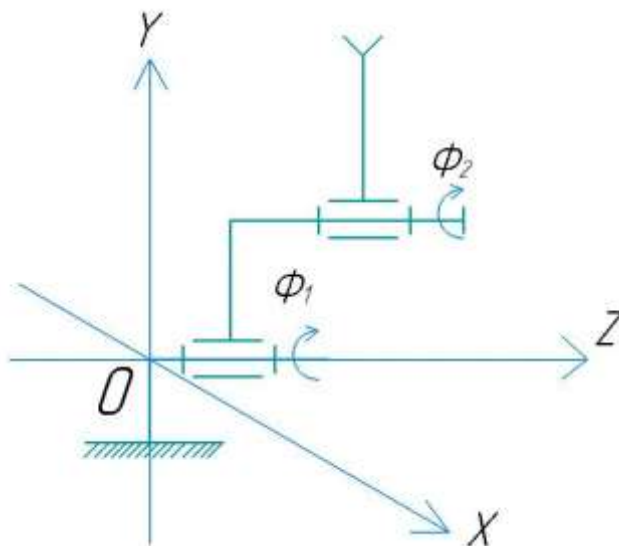

Рис. 3. Система координат для манипулятора
9.3. Введём систему координат (рис. 3).